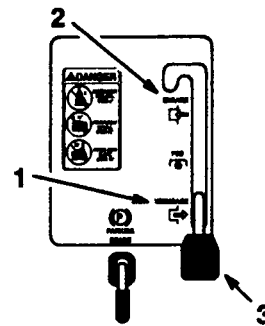

Figure 9
3. Mettre la commande de hauteur de coupe (relevage de l'unité de coupe) sur DISENGAGED (DEBRAYÉE) (Fig. 9).